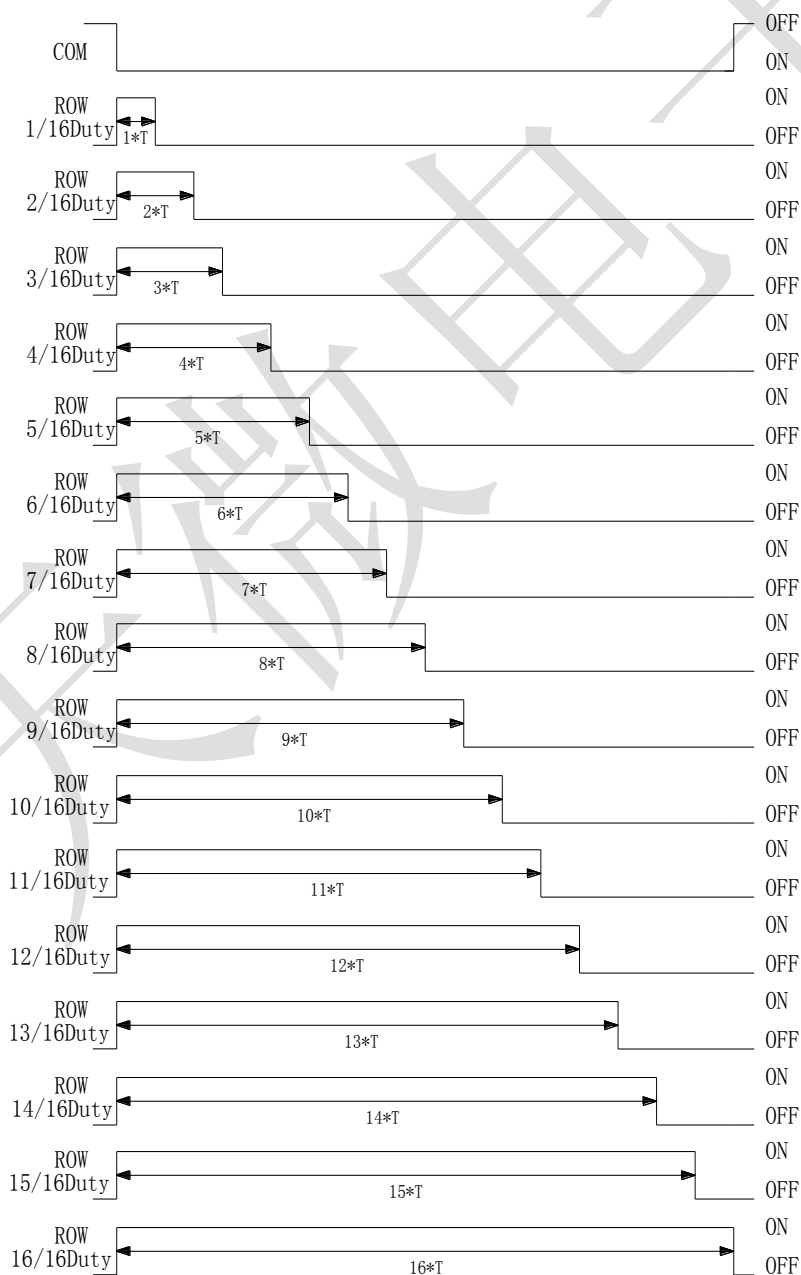

图11
TM1680可以通过设置ROW端的PWM驱动脉宽进行多种亮度控制。下图11为不同占空比条件下COM和ROW端的输出波形: (1)  $T=20 \times T_{clk}$  (32\*8驱动模式); (2)  $T=10 \times T_{clk}$  (24\*16 驱动模式); (3)  $T_{clk}=1/F_{sys}$